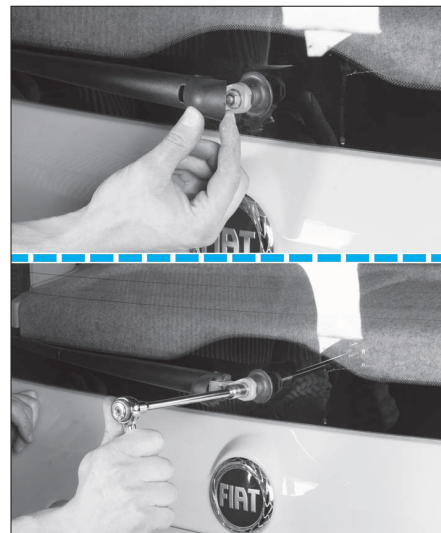

FIG. 92
- Déposer le bras d'essuie-vitre AR (Fig.92).